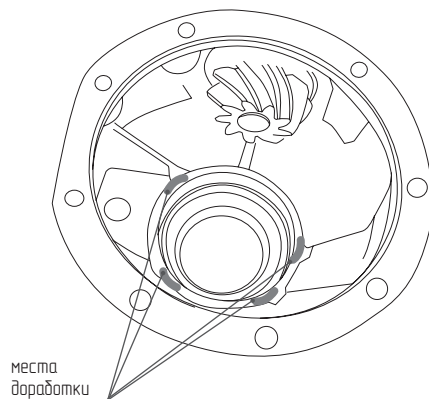

Рис. 4
5. Доработайте отмеченный участок картера при помощи УШМ (см. раздел Инструменты, рис. 4)